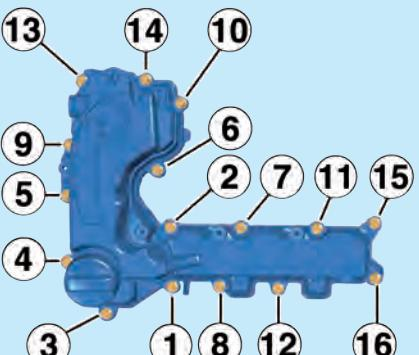

Fig.6
- Respecter l'ordre de serrage (Fig.6).